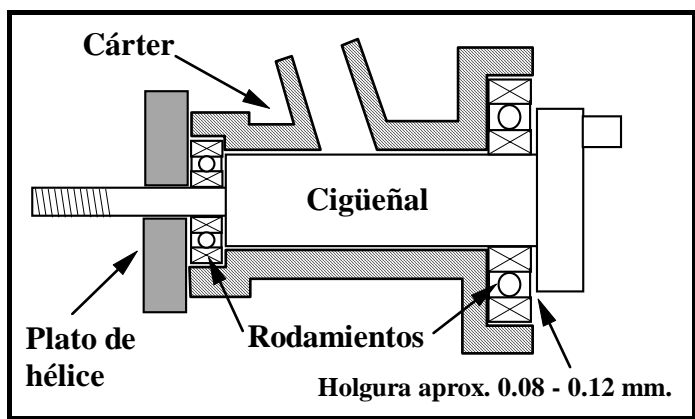

Figura 5 **Holgura longitudinal del cigüeñal**
- b) Los cojinetes a bolas pueden no estar correctamente asentados. Asegúrese de que los rodamientos tienen un ajuste libre en el cigüeñal, debe ser un ajuste sin holguras, estrecho pero no forzado. Si el ajuste es demasiado apretado, se reconoce porque cuesta mucho trabajo extraer el cigüeñal de los cojinetes e incluso puede ser necesario utilizar herramientas para ello, gire el cigüeñal en un taladro eléctrico y emplee papel de lija del número 600 para conseguir un ajuste apropiado. Apriete la hélice y gírelo. Debería haber un pequeño huelgo longitudinal en la parte trasera del cigüeñal. Este debería ser de unos 0.075 mm (ver Figura 5), lo apreciará tirando y empujando longitudinalmente. Si no obtiene este juego, caliente el cárter a unos 200 °C y asegúrese de que: